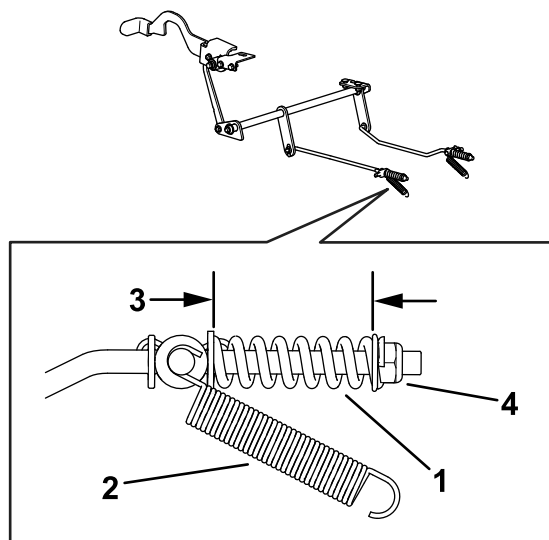

Figura 77
8. Compruebe la longitud de ambos muelles como se muestra en la Figura 77. Si es necesario ajustarlos, gire la tuerca de retención del muelle en sentido horario para acortar el muelle y en sentido antihorario para alargarlo. Repita el paso 6.